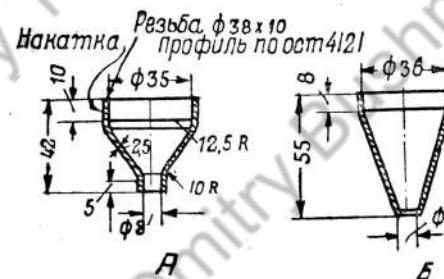

Рис. 87. Наконечники шприца для масла
1. Цилиндр насоса отвергивается или отрезается от основания. Затем изготавливается наконечник, который вытачивается на токарном станке (рис. 87, А) или свергается и сплавляется из жести (рис. 87, Б). Выточенный наконечник навертывается на цилиндр насоса на резьбе, а жестиной наплавляется. Выходное отверстие наконечника должно быть около 8 мм.